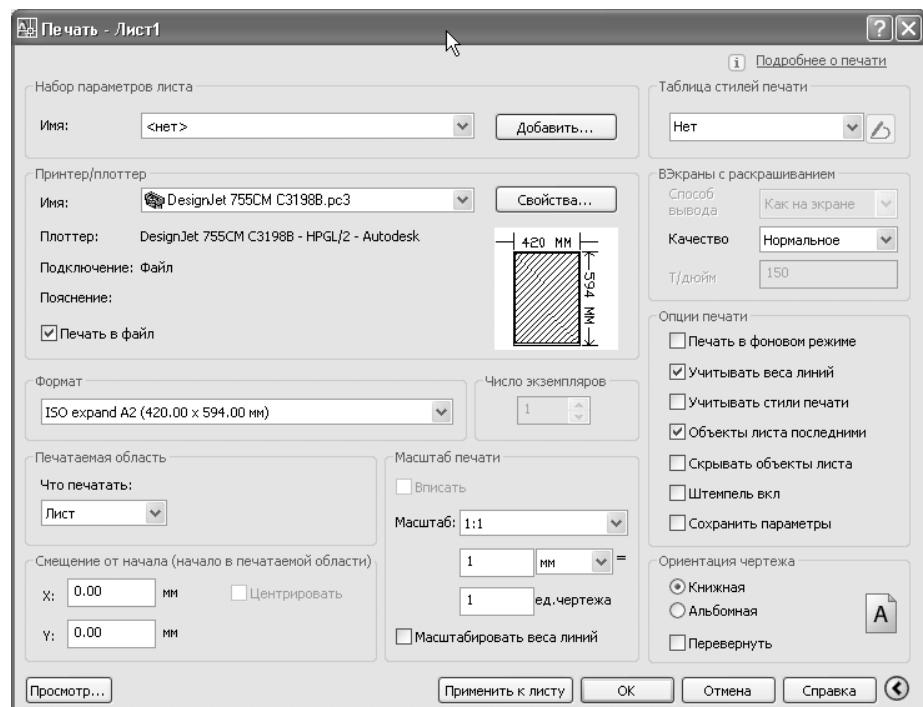

Рис. 14.17 ▼ Диалоговое окно **Печать – Лист1** (Plot – Layout1) для печати на графопостроителе формата А2
- Щелкните на кнопке **Печать** (Plot) или нажмите **Ctrl+P**. В открывшемся окне установите параметры так, как показано на рис. 14.17, после чего щелкните на кнопке **Применить к листу** (Apply to Layout). Обратите внимание на то, что в списке **Что печатать** (What to plot) вместо элемента **Лимиты** (Limits) появился элемент **Лист** (Layout), который при печати из листа компоновки всегда является выбранным по умолчанию.